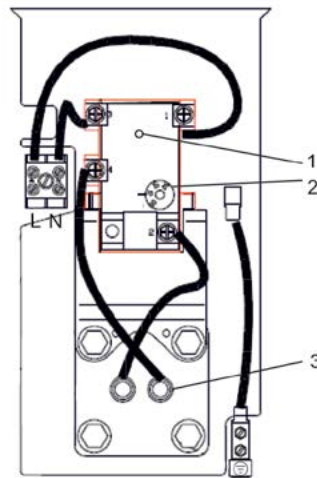

Рис. 6
- подключить провода электрического кабеля к соединительной колодке и заземляющему проводу водонагревателя, в соответствии со схемой, указанной на рис. 6.;